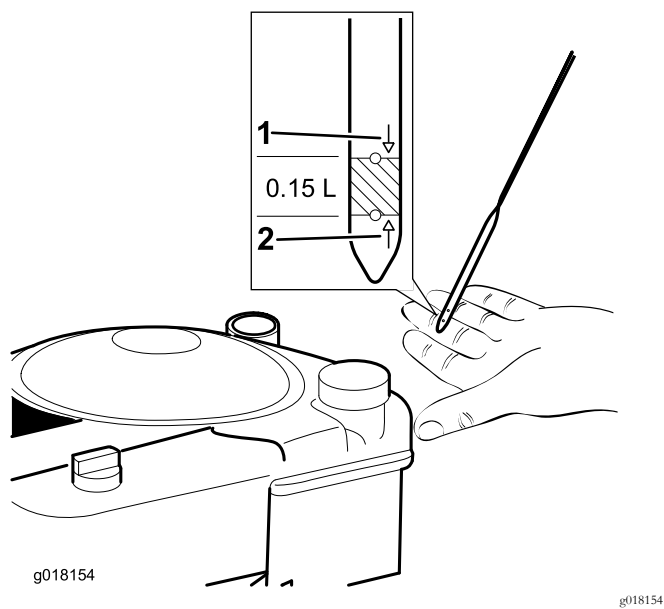

Рисунок 17
2. Выньте масломерный щуп и протрите его чистой салфеткой (Рисунок 17).
Для этого вытрите тщательно щуп и вставьте его в маслозаливной патрубкок (Рисунок 17).
5. Заливайте масло в картер двигателя до тех пор, пока масломерный щуп не покажет, что достигнут нужный уровень масла в двигателе, как показано на Рисунок 17. В случае переполнения картера двигателя маслом слейте избыточное количество масла.